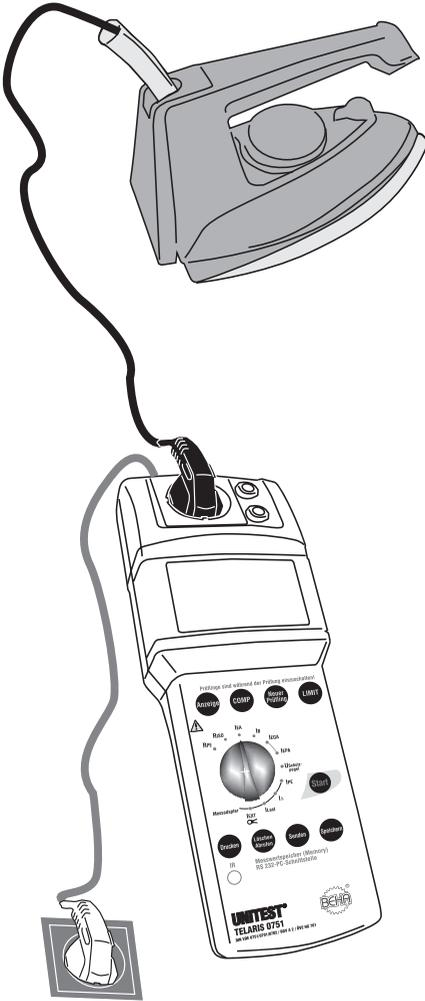

Bild 6.8: Messung des Ersatzableitstromes bei Geräten der Schutzklasse I
Stecken Sie den Netzstecker des Prüflings in die Prüfsteckdose (3), siehe Bild 6.8.